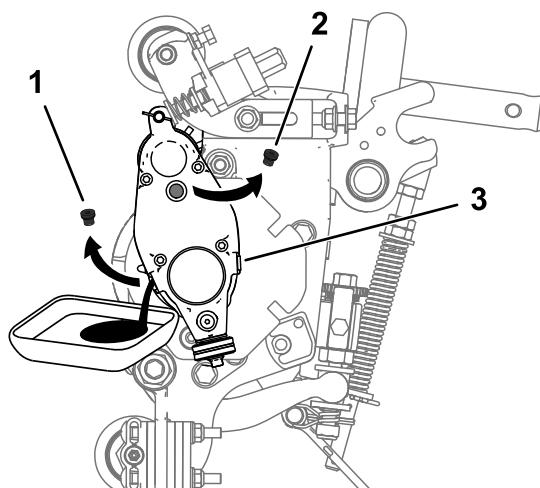

图25
5. 将滚刀组向后倾斜到支撑架上，直至排油口转向下面，确保完全排净（图25）。